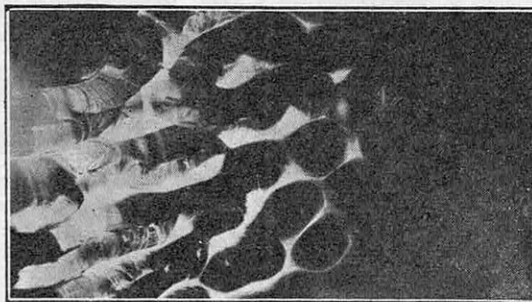

FIG. 13. — TOURBILLONS CELLULAIRES STATIONNAIRES RÉALISÉS AU LABORATOIRE
*Cette formation nuageuse, dite « ciel pommelé », s'observe fréquemment en l'absence de vent. Elle offre d'étroites analogies avec les tourbillons expérimentaux représentés sur la figure 13.*